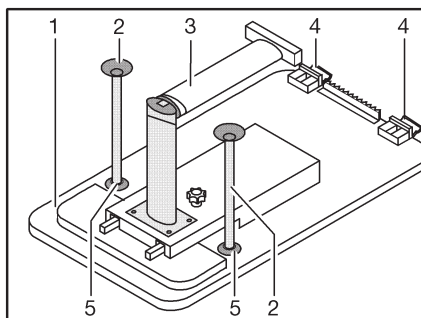

Fig. 75 Sommier de lit
- Soulever légèrement le plateau de table (Fig. 75,1) à l'avant.
- Déverrouiller le pied de table (Fig. 75,3) au niveau de l'articulation et le replier.
- Faire pivoter le plateau de table de 45° vers le haut et décrocher les fixations (Fig. 75,4) du rail de fixation supérieur.
- Suivant le modèle, enfoncer les deux pieds d'appui supplémentaires (Fig. 75,2) dans les fixations (Fig. 75,5) sur le dessous du plateau de table.